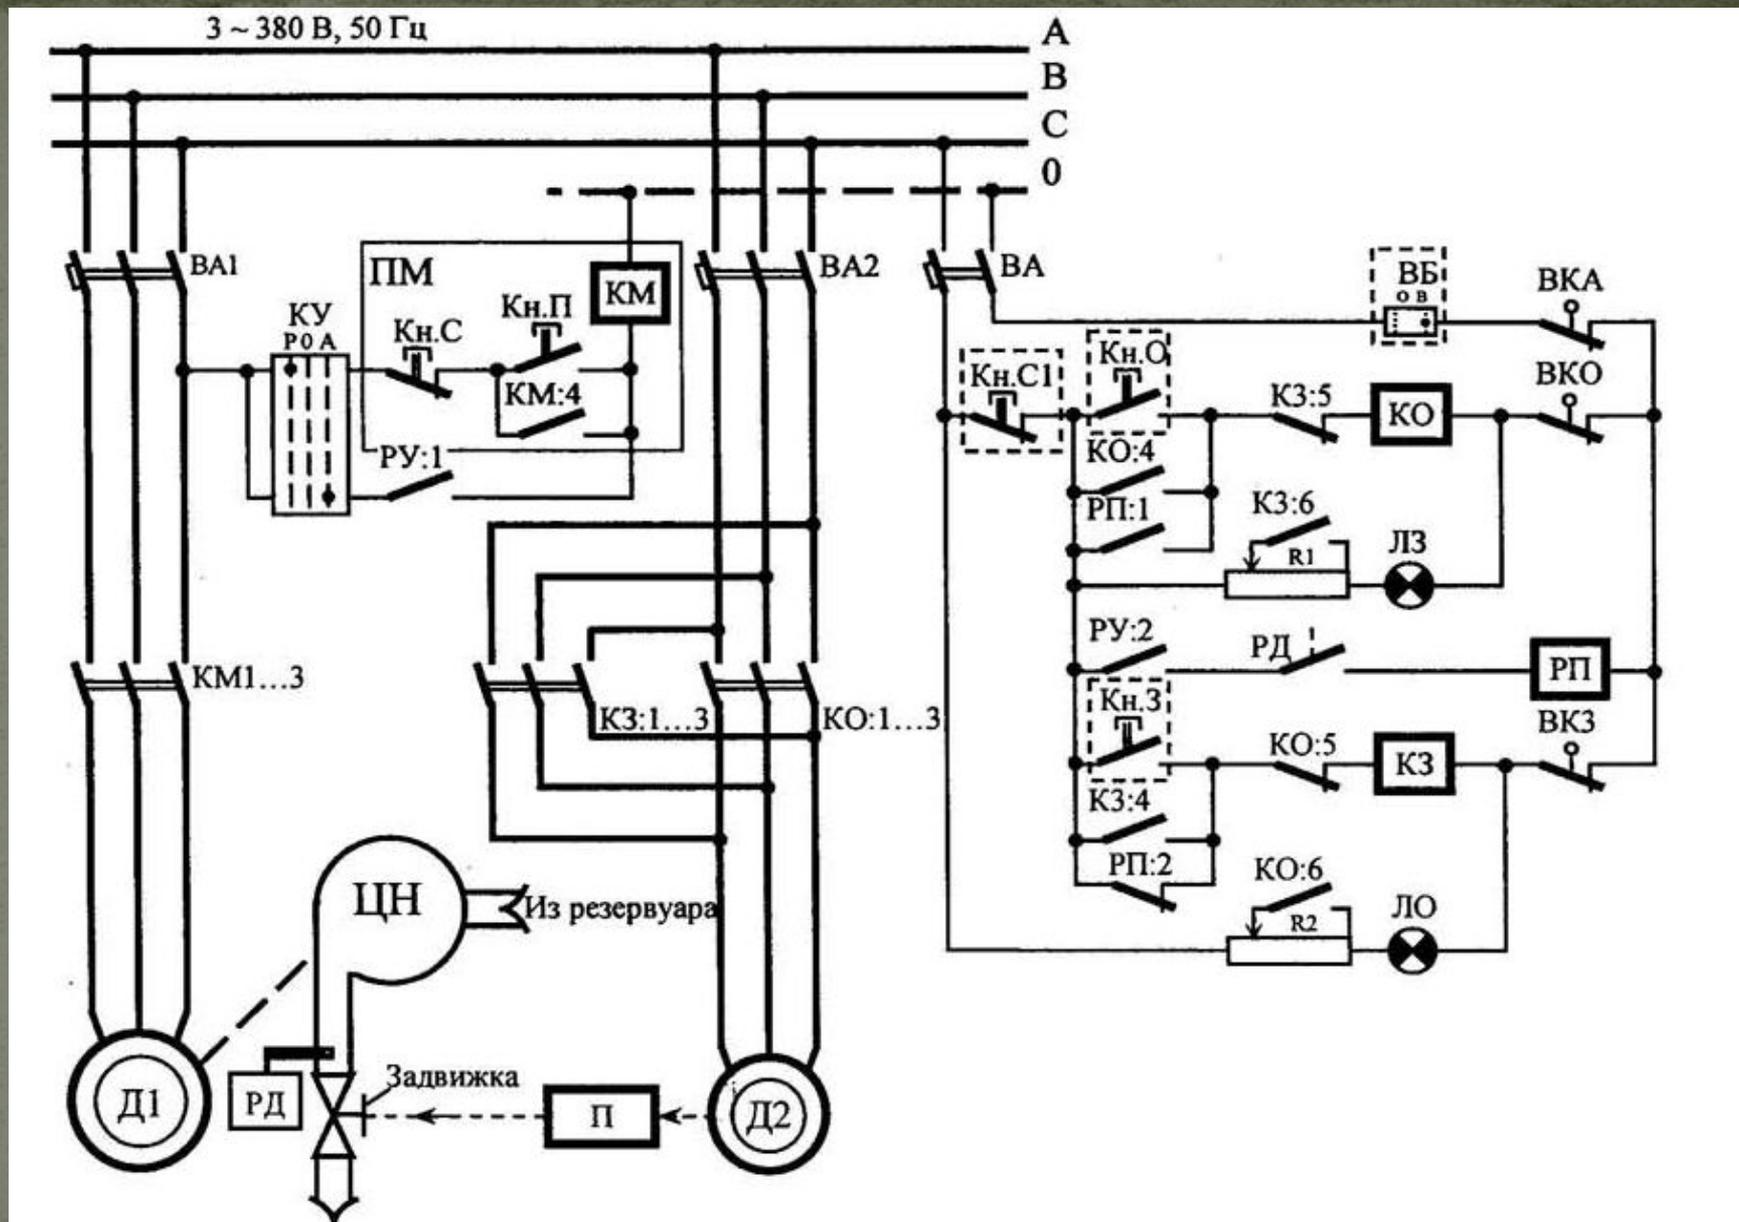

Рис.4. Принципиальная электрическая схема автоматического управления задвижкой центробежного насосного агрегата
3. Принципиальная электрическая схема автоматического управления задвижкой центробежного насосного агрегата (рис. 4.)